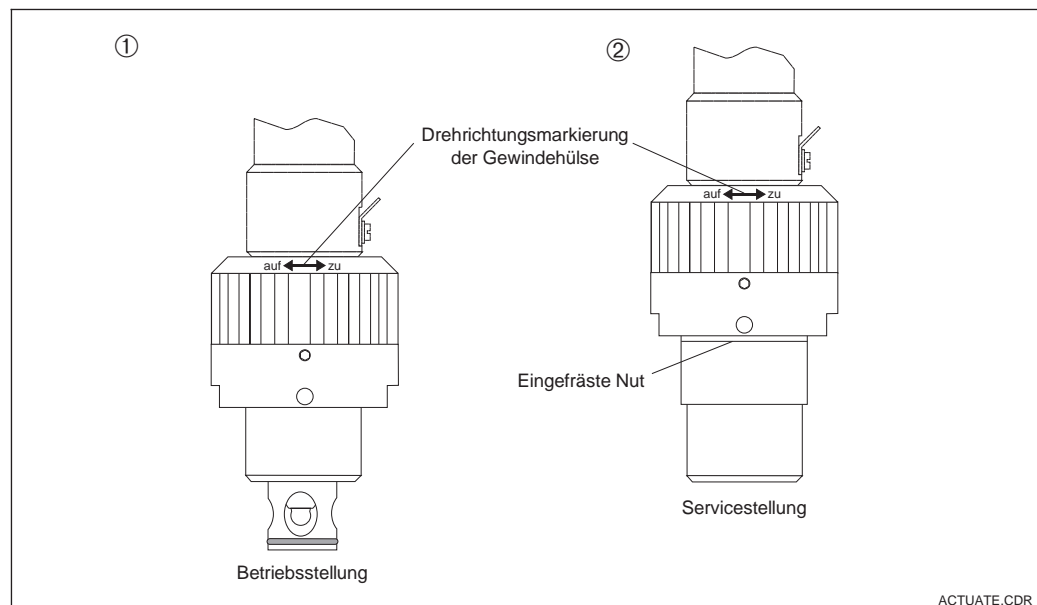

Bild 3.10 Betätigung der Armatur
- Zum Öffnen der Armatur wird die Gewindehülse um ca. 13 Umdrehungen im Uhrzeigersinn (»auf«) bis zum Anschlag gedreht. Damit hat die Elektrode Mediumskontakt und die Armatur hat ihre Betriebsstellung erreicht (siehe Bild 3.10, ①).
- Zum Schließen der Armatur wird die Gewindehülse um ca. 13 Umdrehungen gegen den Uhrzeigersinn (»zu«) bis zum Anschlag gedreht. Dabei wird die Elektrode aus dem Medium ins Innere der Armatur gezogen, bis die Öffnung zwischen Einbauadapter und Schutzkorbdeckel geschlossen ist. Diese Endlage ist durch eine eingefräste Nut unterhalb des Halteringes gekennzeichnet. Die Armatur hat damit ihre Servicestellung erreicht (siehe Bild 3.10, ②).